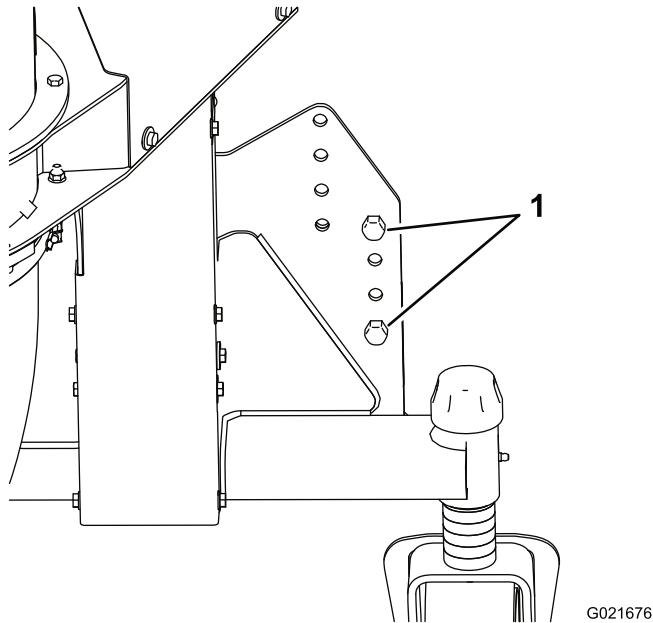

Figura 7
7. Retire con cuidado los tornillos que sujetan el soplador al palet de madera. Después de retirar los tornillos, retire la caja del soplador y baje el soplador hasta que las ruedas giratorias toquen el suelo, pero con la correa todavía tensada (Figura 7).